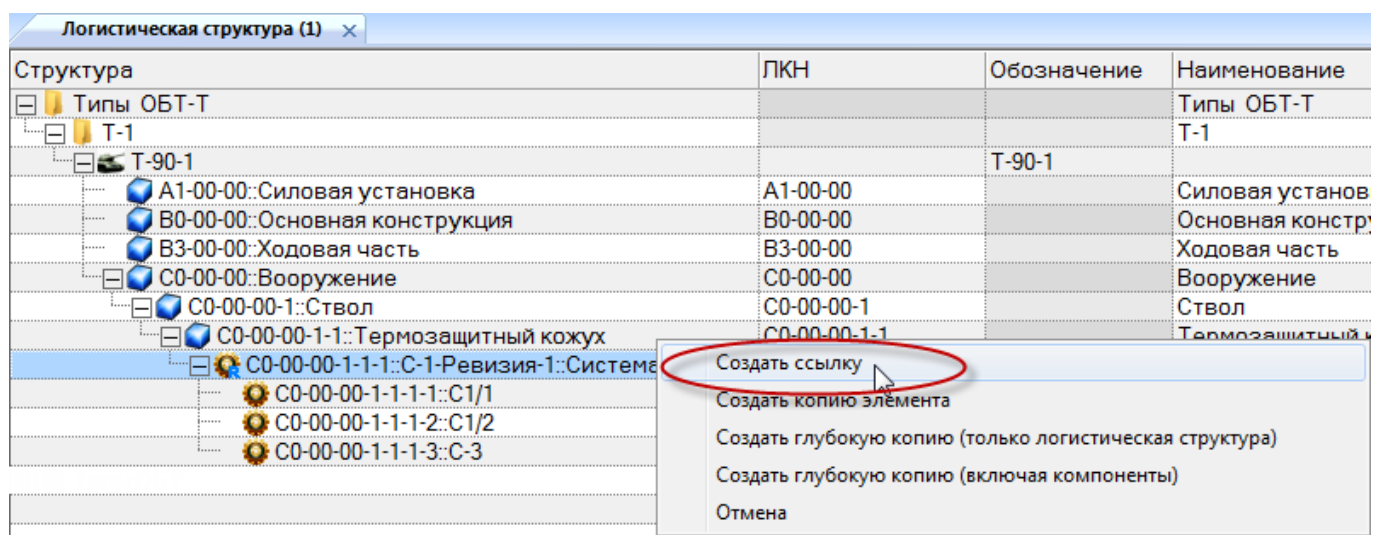

Рис. 10-56 – Выбрать пункт «Создать ссылку»
2) В раскрывшемся списке выбрать пункт «Создать ссылку» (рис. 10-56). В результате будет создана ссылка для этой ревизии.